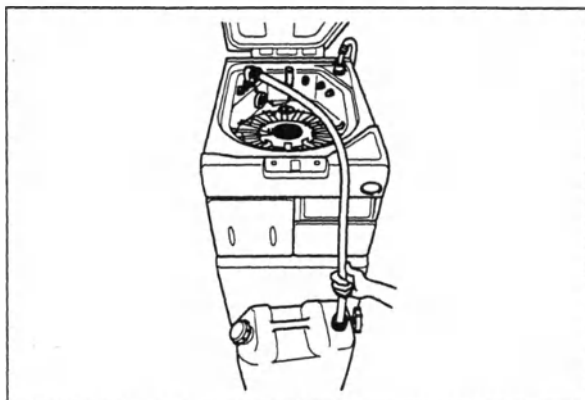

Рис. 4.36
5. Другой конец шланга для слива дезинфицирующего раствора, без коннектора, поместите в подготовленный заранее сосуд (см. рис. 4.36).